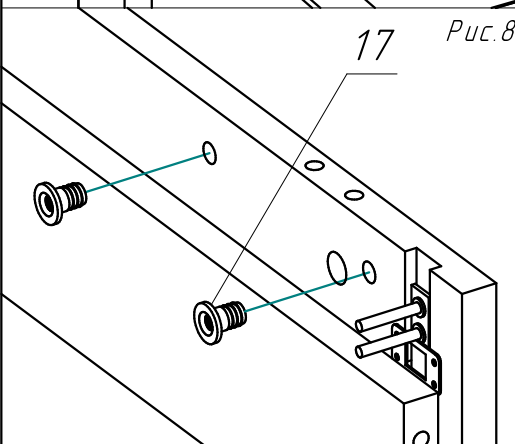

Рис. 8
Б. В просверленные отверстия при помощи молотка вбейте футорки М8 (17) (рис. 8).